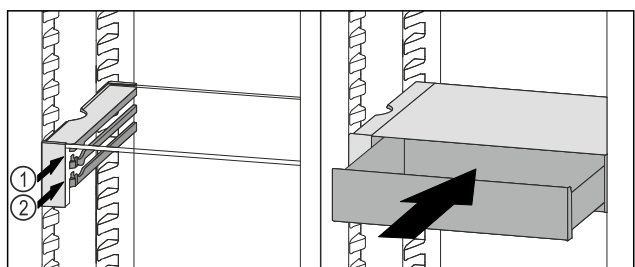

Fig. 52
- ▶ Nasadte zásuvku VarioSafe za zarážky na požadovaném žebro Fig. 52 (1) nebo Fig. 52 (2).